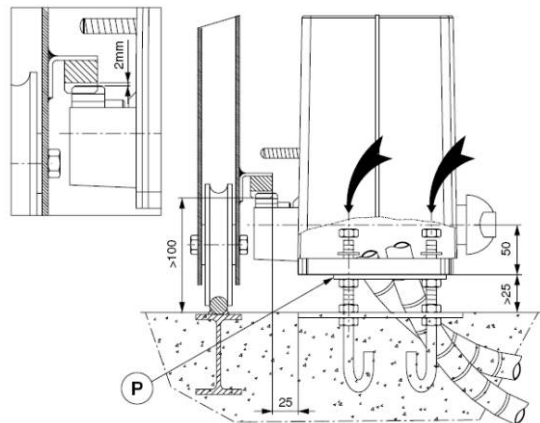
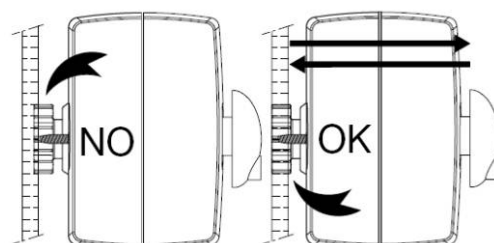

рис. 14
рис. 18
Подождите, пока бетон затвердеет, затем закрепите редуктор на пластине с помощью приложенных гаек и винтов как указано на рис.14:
- Установите две верхних пластины Р (рис. 14) и закрутите 4 блокировочных гайки моторредуктора.
- Если движение створки не прямолинейно, отцентрируйте крепежи линейки по отношению к звездочке вставками (рис. 18).
Отрегулируйте высоту моторредуктора так, чтобы образовался зазор приблизительно 2 мм между звездочкой и линейкой (рис. 14). Для этого отвинтите приблизительно по 2 мм четырех гаек М10 под моторредуктором и, затем зафиксируйте 4 верхних гайки. Убедитесь в параллельности и центровке звездочка- линейка (рис. 18).